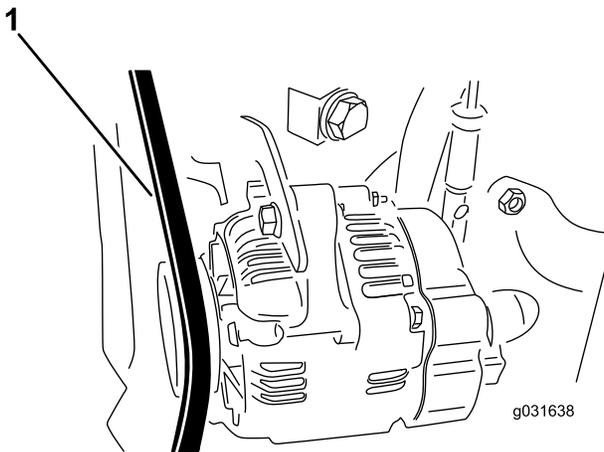

Figura 58
2. Aplique una fuerza de 30 N a la correa del alternador, en el punto intermedio entre las poleas (Figura 58).